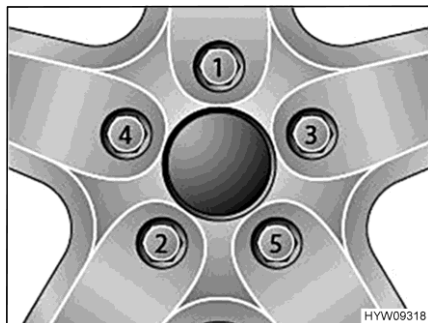

Bild 82 Dra fast hjulmuttrarna eller hjulbultarna korsvis
- Dra fast hjulmuttrarna eller hjulbultarna i den ordning som anges i Bild 82. Använd en momentnyckel och observera det angivna åtdragningsmomentet (se avsnitt 14.5).
- Kontrollera regelbundet att hjulmuttrarna eller hjulbultarna är ordentligt åtdragna. Om du har bytt däck ska hjulmuttrarna eller hjulbultarna dras åt efter 5 mils körning. Följ den ordning som anges i Bild 82.
- Då nya eller nylackerade fälgar används bör hjulmuttrarna eller hjulbultarna dras åt efter ca 100 till 500 mil. Följ den ordning som anges i Bild 82.